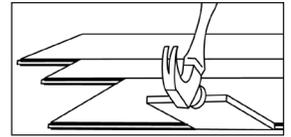

Figura 13
- Puede ser necesario alinear el producto con una pieza cortada de material sobrante como se ilustra (Figura 13- Conserve el ángulo provisional bajo para evitar daños en el borde).